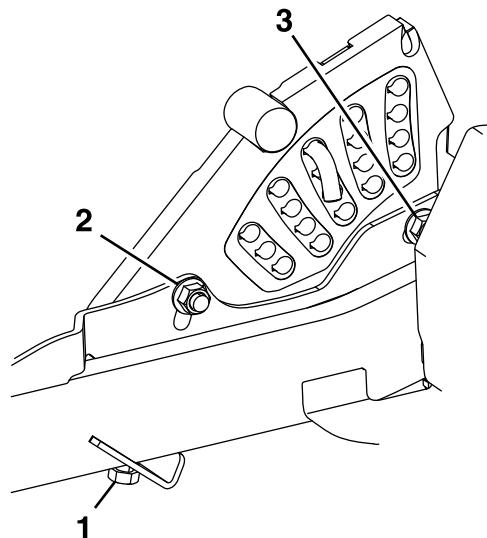

Figura 78
11. Se os quatro ajustadores da plataforma não tiverem ajuste suficiente para alcançar a altura correta de corte com o ancinho, pode ajustar o sistema de ponto único (Figura 78).
12. Para ajustar o sistema de ponto único de ajuste, desaperte primeiro os parafusos de montagem da placa de altura de corte frontal e traseira (**Figura 78**).
14. Aperte os dois parafusos na parte inferior da placa da altura de corte (**Figura 78**).